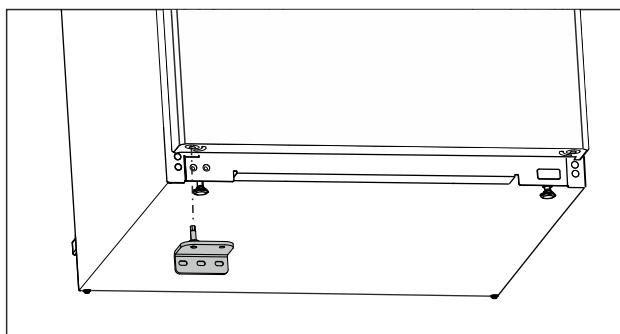

Fig. 16
- Установите нижний опорный кронштейн на противоположной стороне. (см. Fig. 16)